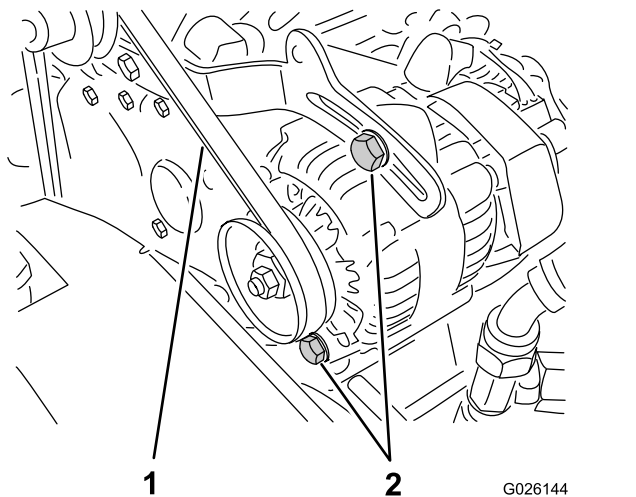

Figure 63
2. Contrôlez la tension de la courroie en exerçant une force de 10 kg sur le brin à mi-chemin entre les poulies d'alternateur et de vilebrequin (Figure 63).
- A. Desserrez les 2 boulons de fixation de l'alternateur (Figure 63).
B. A l'aide d'un levier, tournez l'alternateur jusqu'à ce que la tension de la courroie soit correcte, puis resserrez les boulons de fixation (Figure 63).